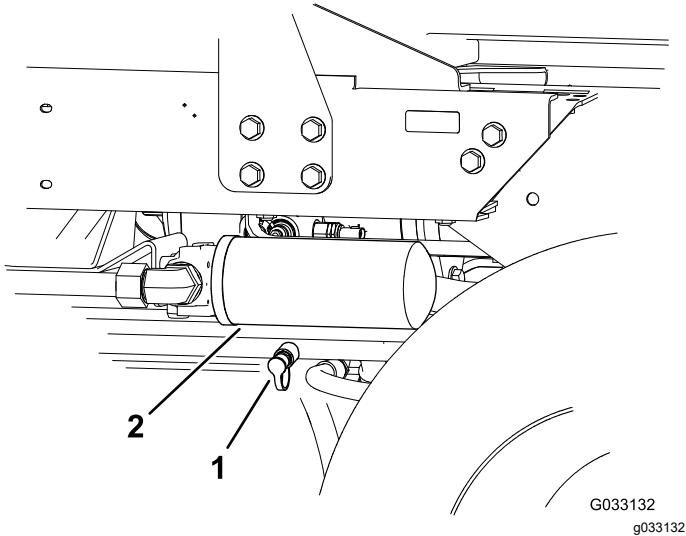

Figura 40
2. Collegate un flessibile idraulico tra il raccordo diagnostico montato sul collettore della trazione posteriore e il foro diagnostico della pressione della trazione in retromarcia (Figura 40).